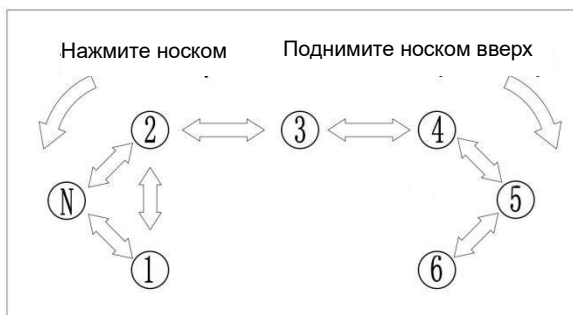

Рис. 12 Схема переключения передач
5.4.1 Переключение передач (Рис. 12, 13)